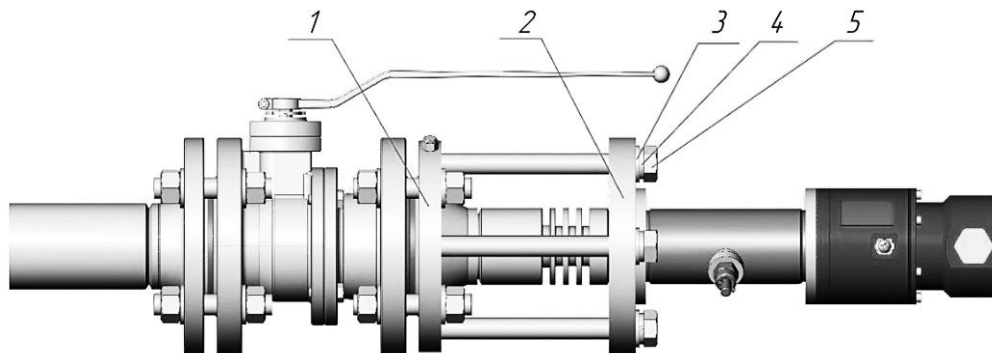

Рисунок 55 – Установленное положение приемопередатчика
– установить два болта М16 (поз. 5, рисунок 55), предварительно накрутив шайбу гроверную (поз.4, рисунок 55) и шайбу (поз.3, рисунок 55) на болты М16, в свободные отверстия для крепления направляющего фланца (поз.1, рисунок 55) с плоским фланцем (поз.2, рисунок 55). Осуществить протяжку болтов усилием не менее 11,6 Н*м;